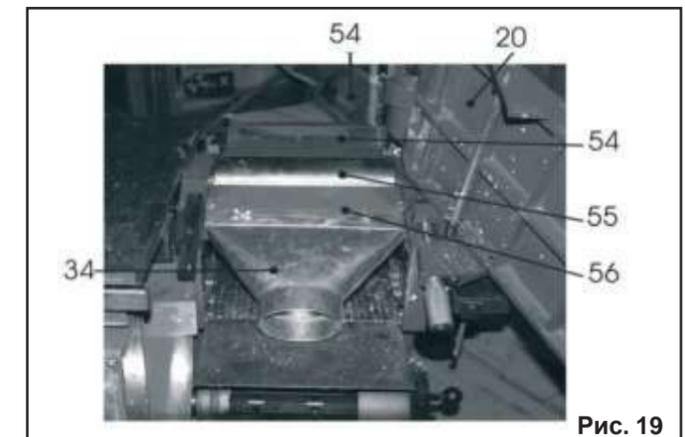
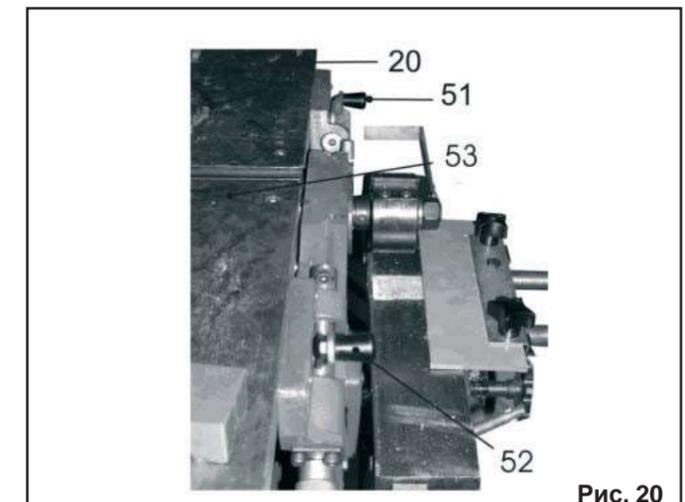

Рис. 19
Рис. 20
- поверните ручки замков (51 и 52), Рис. 20. Поднимите стол подачи (20) и приёмный стол (53), установите и закрепите патрубок пылесборника (34) на лотке (56). Опустите стол подачи (20) и приёмный стол (53). Ручками замков (51 и 52) зафиксируйте положение, Рис. 19, 20;
- для удаления древесной стружки и пыли из рабочей зоны соедините патрубок пылесборника (34), Рис. 19, с пылесосом для сбора стружки и древесной пыли (см. раздел 11.).
- повернуть ручки замков (51 и 52), поднять подающий (20) и приёмный (53) столы, снять патрубок пылесборника (34) с лотка (56), Рис. 19, 20;